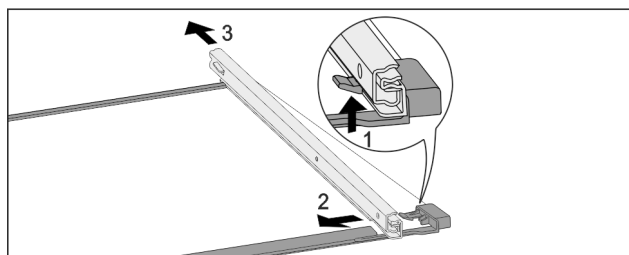

Fig. 233 Стеклянная пластина с направляющими
- ▶ Отожмите передний стопорный крючок вверх. Fig. 233 (1)
- ▶ Сдвиньте выдвижную направляющую в сторону Fig. 233 (2) и назад Fig. 233 (3).